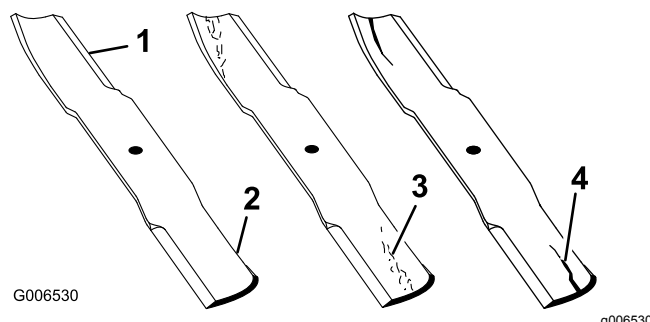

Figura 55
1. Controllate i taglienti (Figura 55).
4. Se notate incrinature, usura o scanalature in questa zona, montate immediatamente una nuova lama (Figura 55).